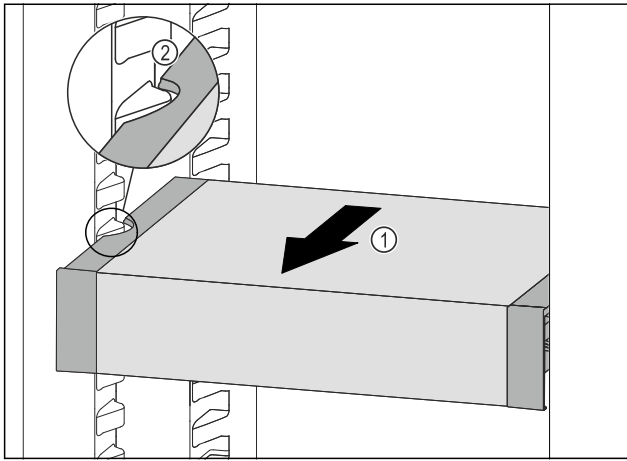

Fig. 114
- ▶ Потягнути VarioSafe вперед Fig. 114 (1), поки бокові заглиблення VarioSafe не опиняться на рівні ребра для ємності в охолоджувальному відділенні. Fig. 114 (2)